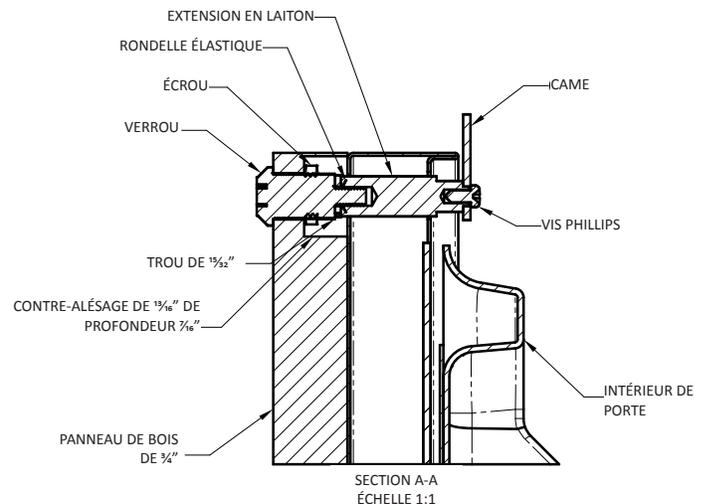

Figure 10
Localisez et marquez avec un crayon l'emplacement du trou de verrouillage sur le panneau de revêtement, c'est le trou dans l'angle supérieur du côté de la poignée de la porte. Enlevez le dispositif de maintien et enlevez le panneau de revêtement de la porte. Sur la face arrière du panneau où vous avez marqué l'emplacement de verrouillage, percez un contre-alésage de diamètre  $\frac{13}{16}$ " (20,5 mm) d'une profondeur de  $\frac{7}{16}$ " (11,0 mm) dans le panneau de revêtement. Percez un trou de diamètre  $\frac{15}{32}$ " (12,0 mm) dans le panneau de revêtement au milieu de ce contre-alésage en prenant soin de ne pas faire éclater le bois sur la face avant du panneau (Voir la Figure 10).
Deux (2) extensions de verrouillage sont fournies avec le verrou. Utilisez l'extension la plus longue pour un panneau de revêtement d'épaisseur  $\frac{3}{4}$ " et la plus courte pour un panneau d'épaisseur  $\frac{3}{8}$ ". Assemblez l'extension de verrouillage, une rondelle d'arrêt de came, une rondelle élastique et une vis de fixation sur le verrou comme montré aux Figures 10 et 11. Installez cet ensemble sur le panneau de revêtement avec l'écrou de maintien en utilisant une douille de 15 mm. Assurez-vous que la fente en trou de serrure du verrou est verticale.